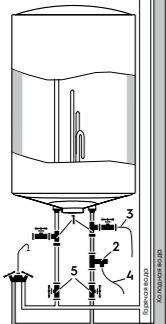

Рис. 5. Схема подключения к водопроводу моделей Simple:
- Подключение обратного предохранительного клапана (рис.5, поз. 2): клапан следует устанавливать в месте входа холодной воды (удостоверьтесь, что гибкая сливная трубка (рис.5, поз. 4) установлена, на отверстие спуска давления и слива воды и направлена вниз в специальный дренаж для удаления воды и находится в незамерзающей окружающей среде).
- При подключении к системе водоснабжениянеобходимо предусмотреть и реализовать установку индивидуальных запорных вентилей (рис. 5, поз. 5) на линии подачи холодной воды в водонагреватель и на линии выхода горячей.
- Для упрощения процесса слива воды из водонагревателя рекомендуется на входе и выходе воды из водонагревателя установить тройники (рис. 5, поз.1).